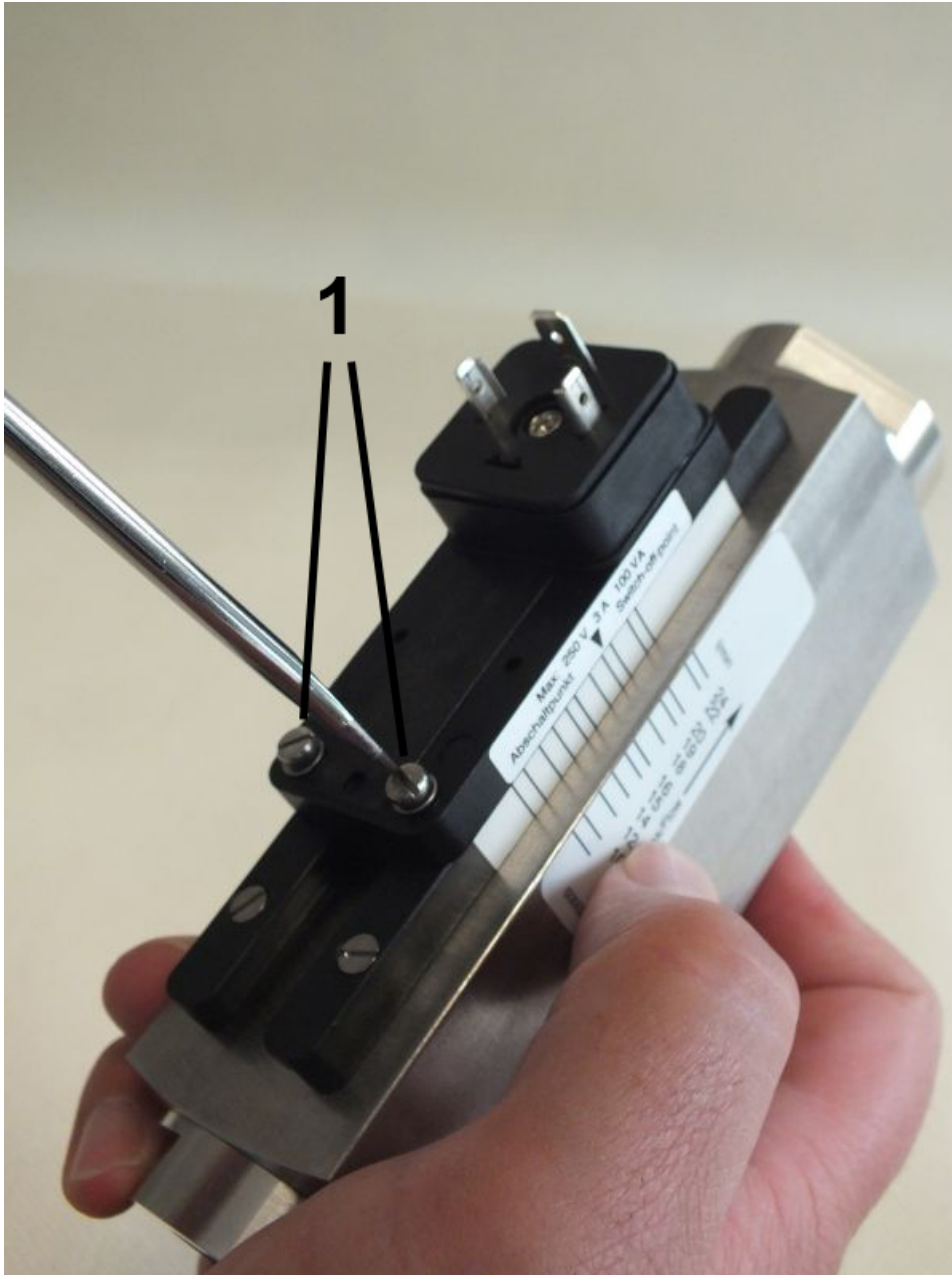

Abb. 66: Feststellschrauben lösen
3. Feststellschrauben (Abb. 66/1) des Schaltkontaktes mit einem Schlitzschraubendreher so weit lösen, dass er sich frei verschieben lässt
11. ➤ Feststellschrauben (Abb. 66/1) wieder festdrehen, dabei Anziehdrehmoment einhalten (→ Kapitel 11.1 „Schrauben-Anziehdrehmomente“ auf Seite 95)